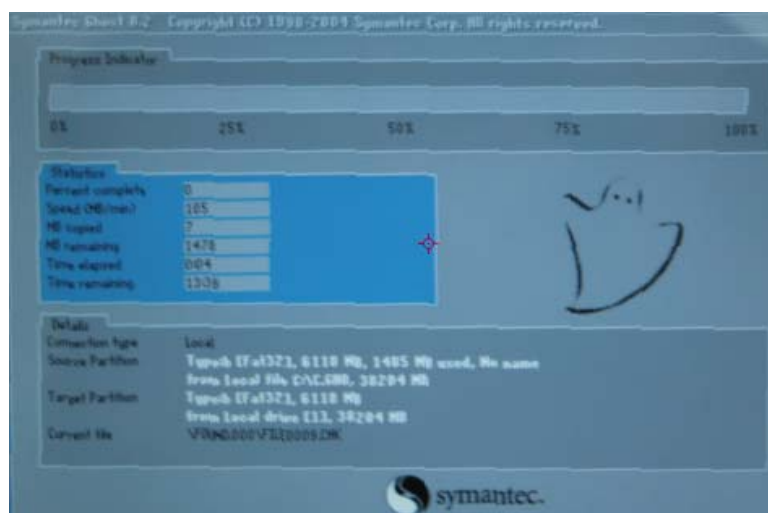

图3.10 系统恢复界面
- 3) 系统恢复开始后，出现图3.10页面，开始进行系统恢复。整个过程大约需要10分钟，恢复完成后需要重新启动分析仪。